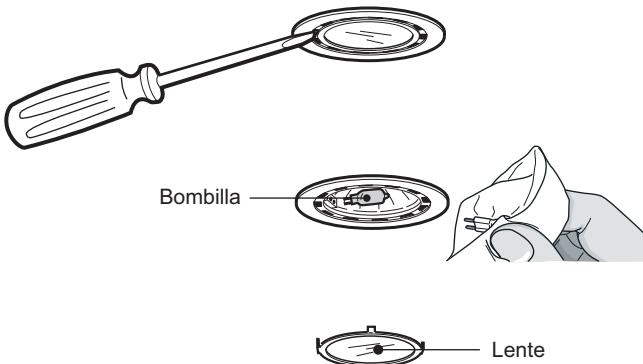

Figura 8: Reemplazo de las bombillas halógenas
1. Con la punta de un destornillador plano o de una herramienta semejante, afloje la lente de protección, como se muestra en la *Figura 8*.